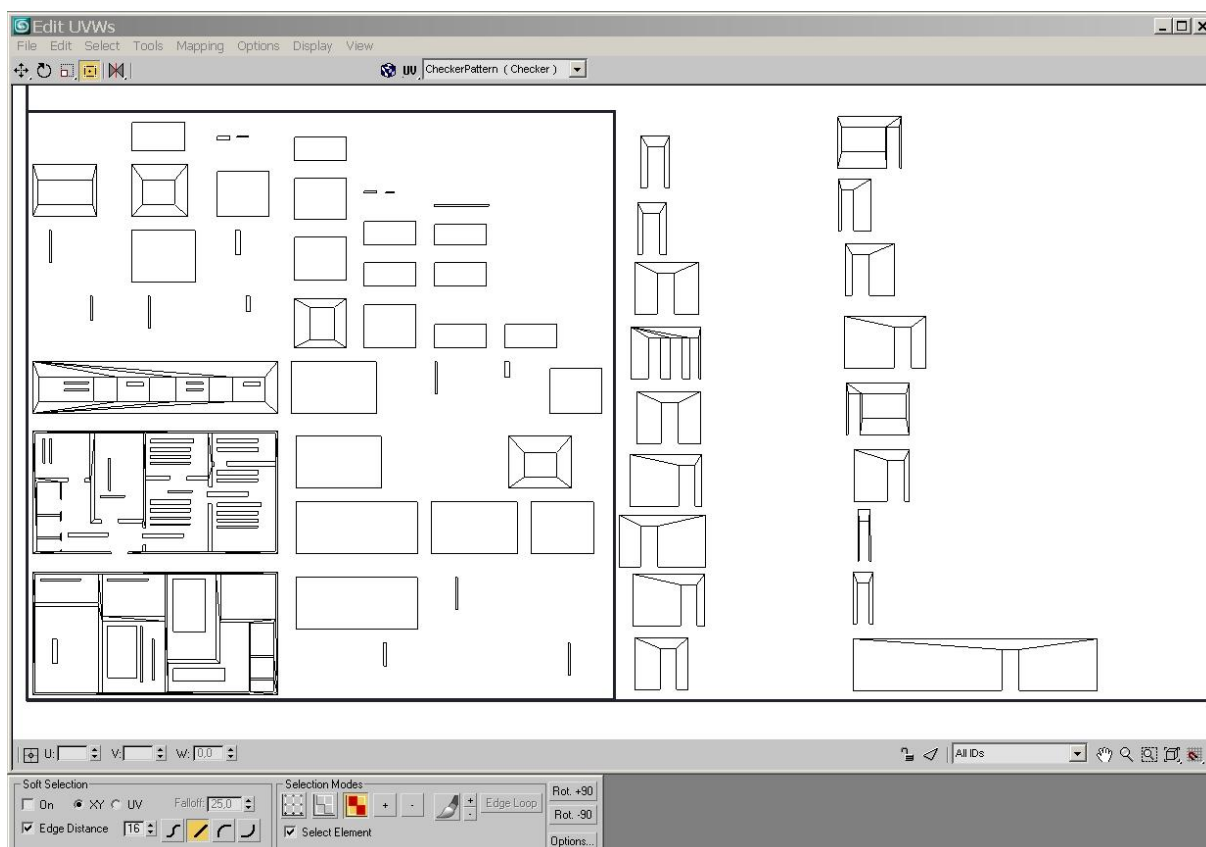

Рис. 5
4. Вынесенные за рабочую область кластеры рекомендуется развернуть таким образом, чтобы дверные проемы смотрели вниз (Рис. 5). Для этого выберите кластер, затем в правой нижней части, расположенной под рабочим пространством **Edit UVWs**, нажимайте кнопку **Rot. +90 (Вращать на 90 градусов против часовой стрелки, 3DS Max 2008)** либо пиктограмму, обозначающую вращение против часовой стрелки (3DS Max 2011